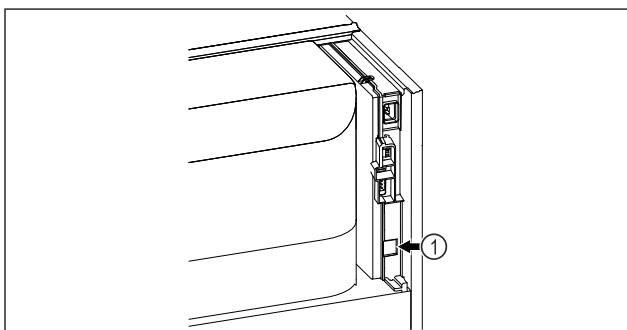

Fig. 109
- SmartModule Fig. 109 (1) ist eingesetzt.